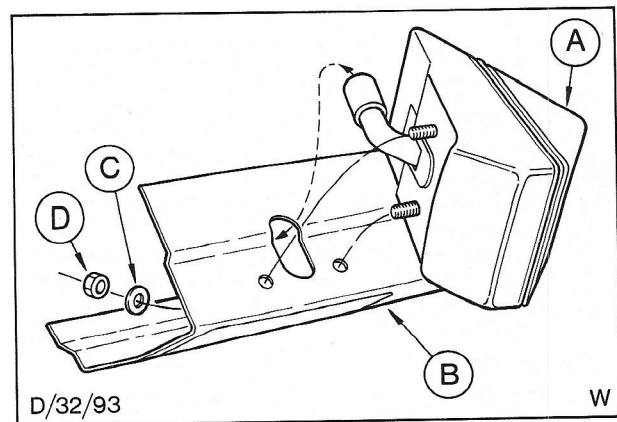

Fig. 48. Verwijderen van de bumperrozet
4. Verwijder twee moeren en sluitringen van de bumper en maak de bumperrozet los. Zie Fig. 48. Het kan noodzakelijk zijn de voorbumper uit te bouwen om deze bouten te kunnen bereiken. Zie handeling 43 423.